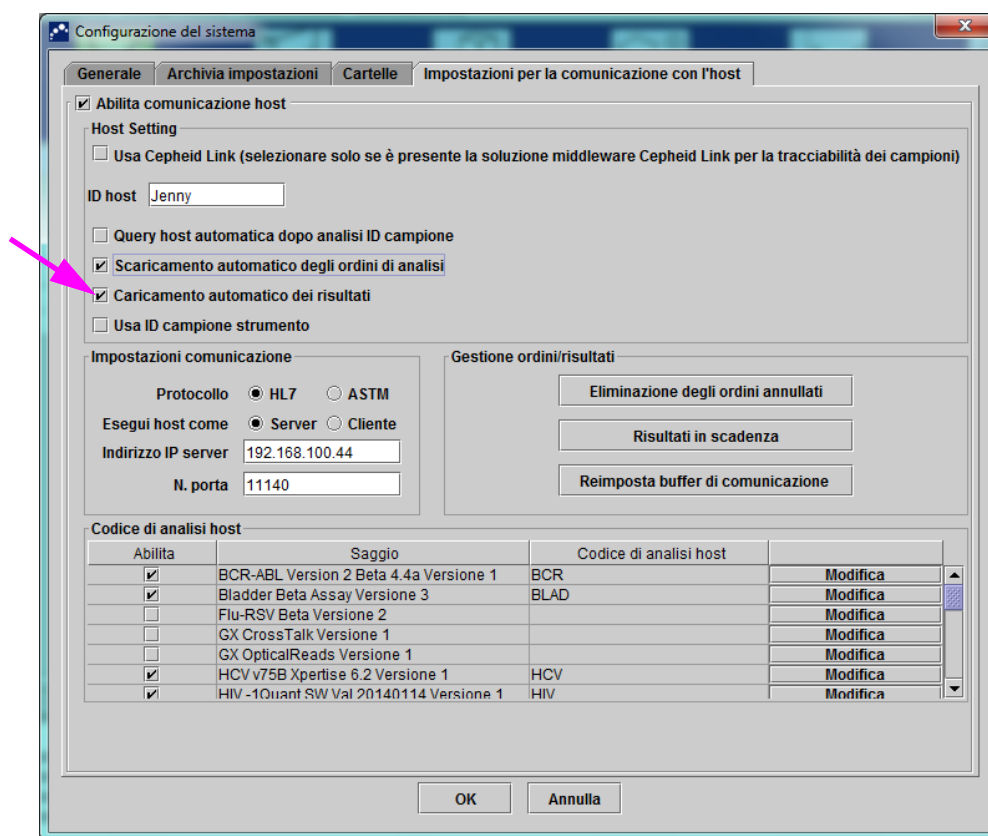
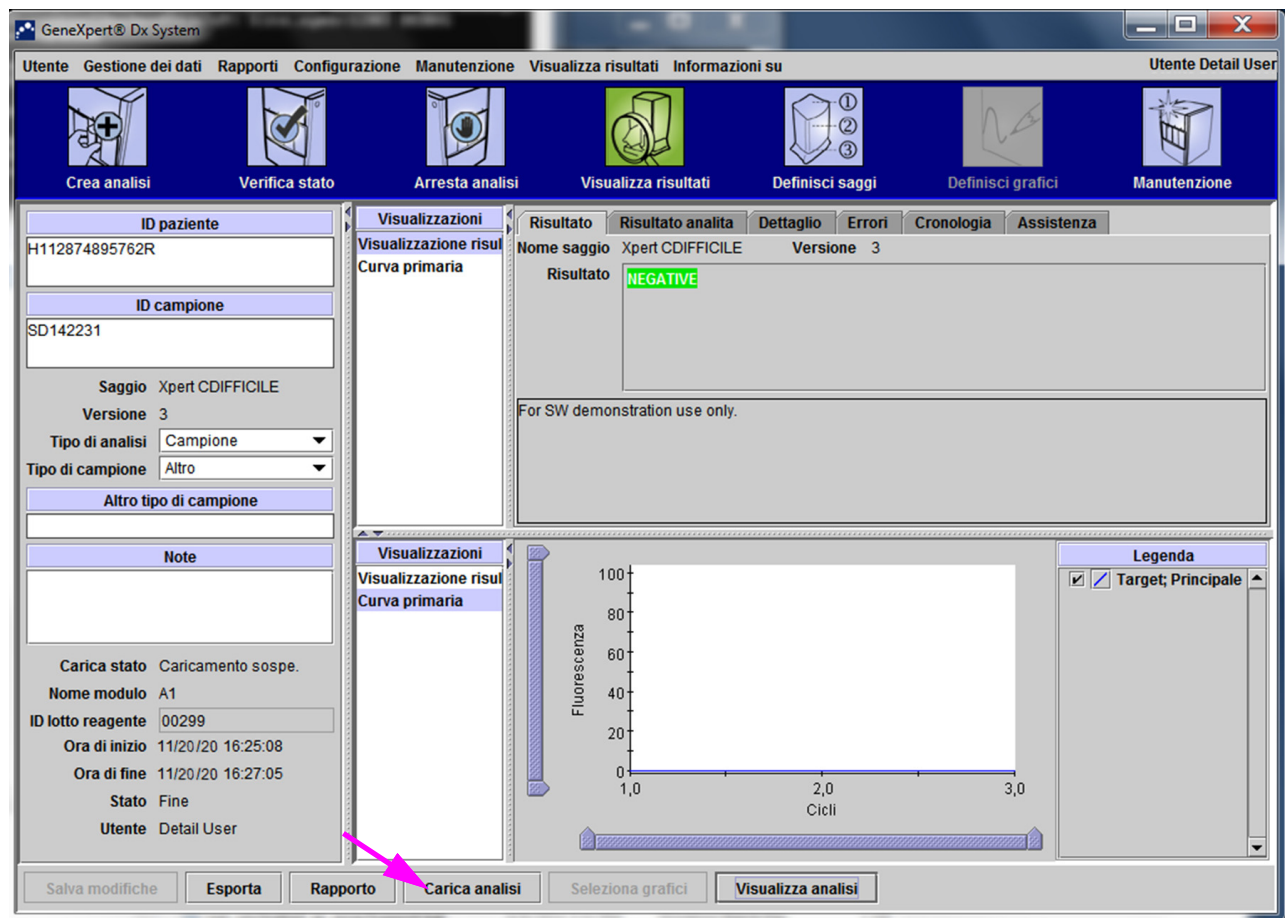

Figura 5-98. Caricamento automatico dei risultati
Figura 5-99. Stato di caricamento nell'host visualizzato nell'area delle informazioni sul test della finestra Visualizza risultati
Al termine del test, il risultato verrà automaticamente caricato. Lo stato di caricamento è visualizzato nell'area delle informazioni sul test della finestra Visualizza risultati. Vedere la Figura 5-98.
2. Fare clic su **Carica analisi** nella finestra Visualizza risultati (vedere la Figura 5-98). Verrà visualizzata la finestra Seleziona le analisi da caricare sull'host, che mostra i test completati. Vedere la Figura 5-99.